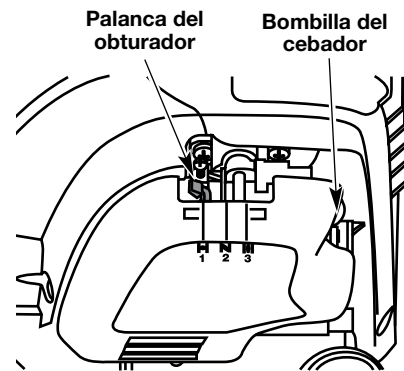

Fig. 7
4. Oprima completamente el cebador y suéltelo 10 veces. Hágalo lentamente. Se deberá ver un poco de combustible en el cebador y en las tuberías de alimentación de combustible (Fig. 7). Si no puede ver el combustible en el cebador, oprímalo y suéltelo tantas veces como sea necesario hasta que vea combustible en el mismo.
5. Coloque la palanca del obturador en **Posición 1** (Fig. 7).
7. Coloque la palanca del obturador en **Posición 2** (Fig. 7).
10. Coloque la palanca del obturador en **Posición 3** (Fig. 7) la unidad está lista para usarse.